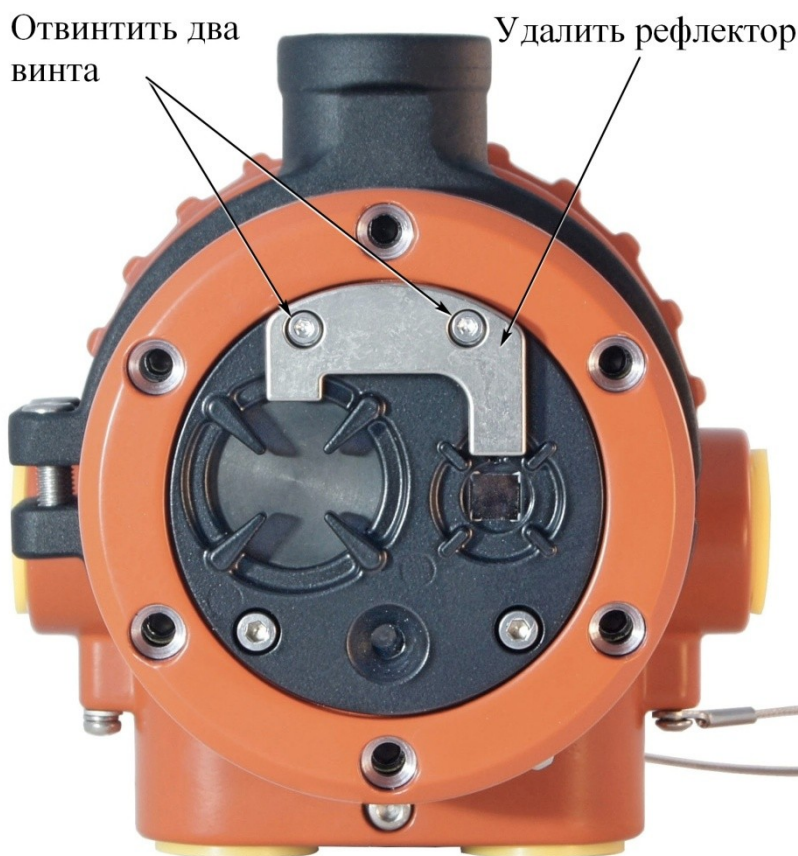

Рисунок 19 — Снятие рефлектора ОН.
1. Отвинтите два винта, затем, удерживая рефлектор, снимите его с извещателя (см. рис. 19).